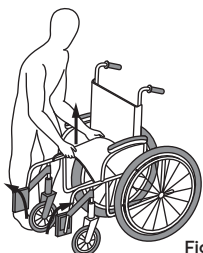

Fig 3
- Pliegue la silla de ruedas mientras mantiene el tapizado del asiento levantado para evitar lastimarse con el mecanismo de plegado. **[Fig 3, 4]**